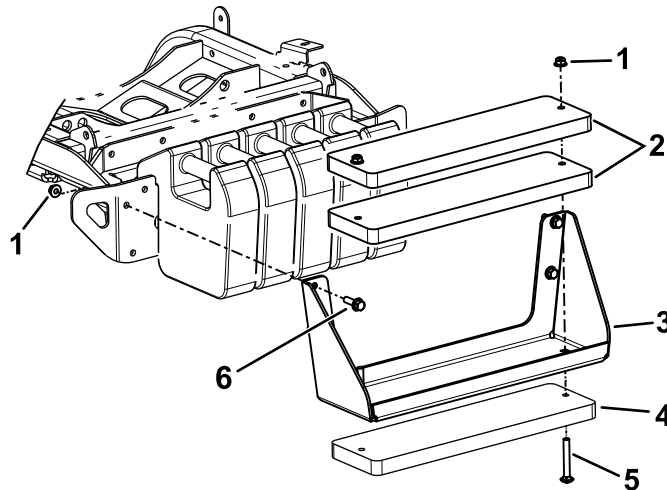

Figure 22
**Remarque:** Voir la procédure sous Figure 22.
- A. Utilisez les boulons ( $\frac{3}{8}$ " x 4") et écrous ( $\frac{3}{8}$ " pour fixer les 3 masses sur le support (Figure 22).
- B. Utilisez les boulons à tête hexagonale et les écrous (inclus dans le kit) pour fixer le support de masses sur la machine (Figure 22).
- A. Déposez le support de masses de la machine (Figure 22).
- C. Utilisez les boulons ( $\frac{3}{8}$ " x 4") et écrous ( $\frac{3}{8}$ " pour fixer les 3 masses sur le support (Figure 22).
- D. Utilisez les fixations retirées précédemment pour fixer le support de masses sur la machine (Figure 22).